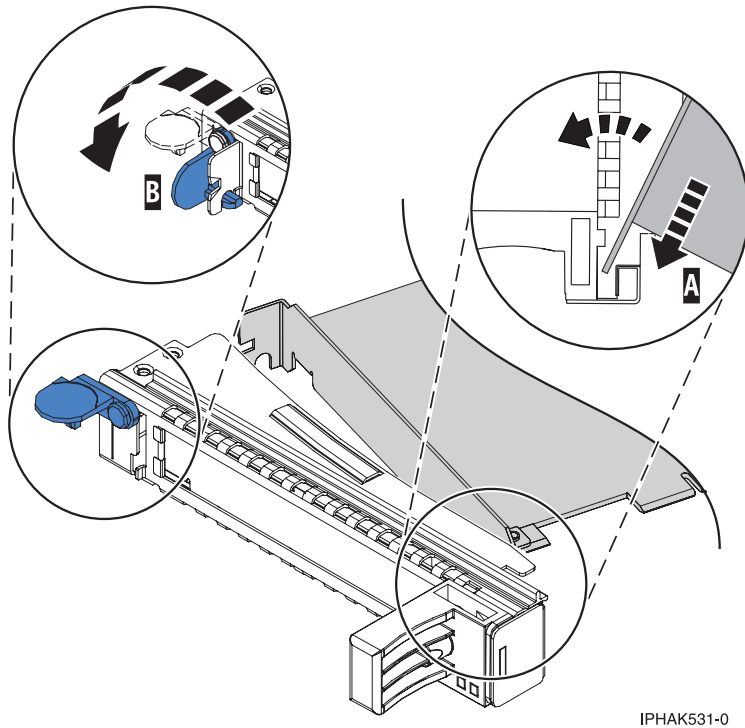

Abbildung 24. PCIe-Adapter in PCIe-Adapterkassette installieren
- a. Setzen Sie bei geöffneter Position der Kassettenhalteklammer den Adapter fest in den Kassettenhaltekanal (A) ein (siehe Abb. 24 auf Seite 23).
- c. Schließen Sie die Kassettenhalteklammer (B).
- d. Bringen Sie die Adapterhalterungen in die zum Halten des Adapters korrekte Position. Drehen Sie dann die Kassettenhalteklammer (B) in die geschlossene Position.